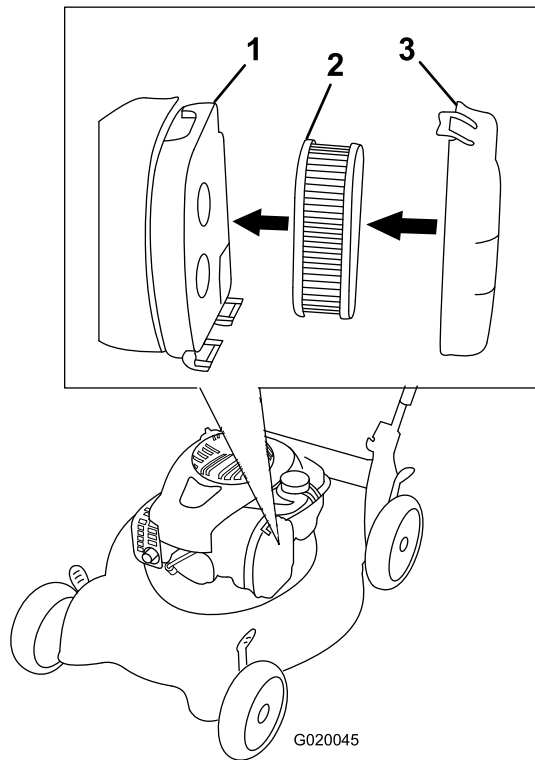

Figura 15
2. Presione el botón de la tapa del limpiador de aire (Figura 15) y abra la tapa.